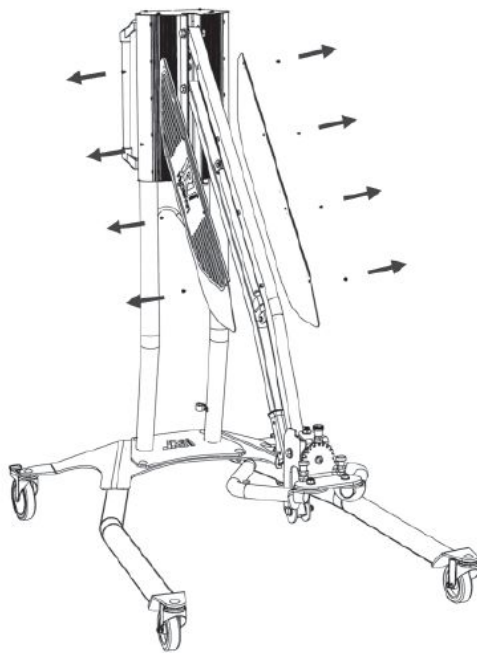

図8 アームカバー
1. アームの両側についているカバーを留めているネジ4本を外してください。(図8)